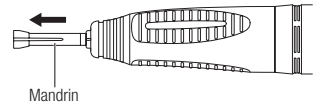

Fig. 8
- 3) Retirez le mandrin (Fig. 8).